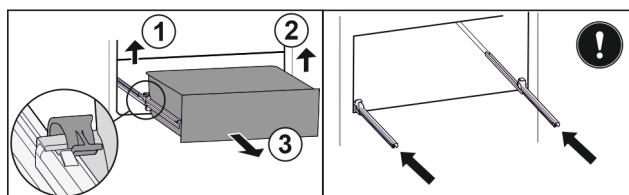

Fig. 87
- Sollevare il morsetto sinistro e allo stesso tempo tirare in avanti il cassetto sinistro. Fig. 87 (1)
- Sollevare il morsetto destro e allo stesso tempo tirare in avanti il cassetto destro. Fig. 87 (2)
- Rimuovere il cassetto tirandolo in avanti. Fig. 87 (3)